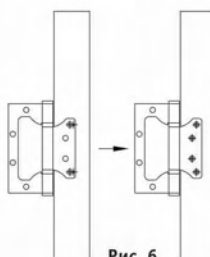

Рис. 6
1.7. В комплект двери входят накладные петли (не требующие врезки). На петлевом торце полотна сделаны отверстия-метки для установки накладных петель. Определившись со стороной открывания двери, установите петли на полотно, как показано на рис. 6. Крепить к полотну на 4 самореза, которые входят в комплект.